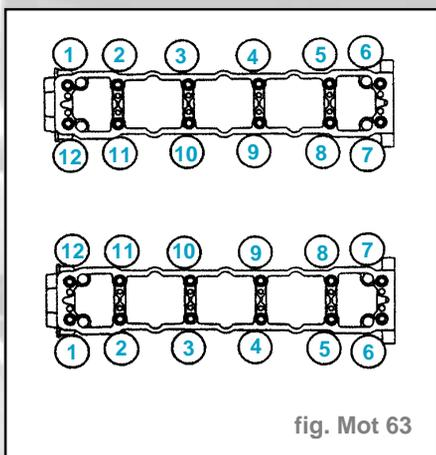

fig. Mot 63
- Approcher puis serrer progressivement, les vis de fixation, dans l'ordre indiqué (de 1 à 12) (fig. Mot. 63).